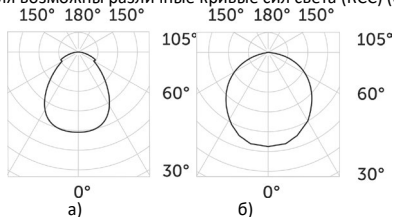

Рисунок 3: а) Микропризма 90°, б) Опалполикарбонат (120°).
3.3. В зависимости от типа рассеивателя возможны различные кривые сил света (КСС) (см. рисунок 3).